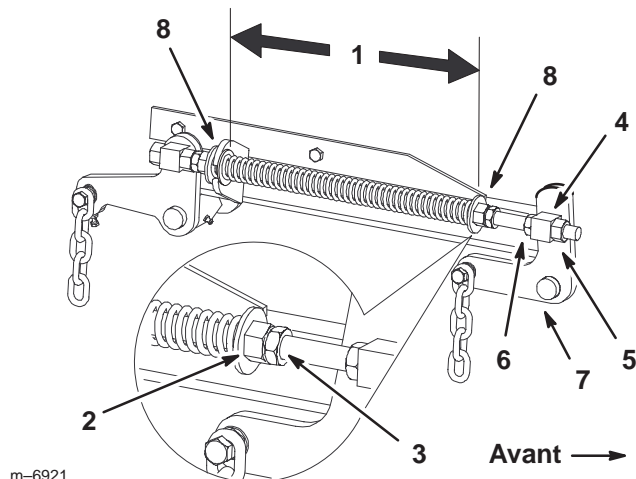

Figure 63
- Desserrez d'environ 13 mm (1/2 pouce) les écrous de blocage à l'avant des pivots avant gauche et droit (Fig. 63).
- Régalez les écrous de relevage sur les côtés gauche et droit de la machine de manière à **abaisser l'avant de 6 à 10 mm (1/4 à 3/8 pouce) au point A par rapport au point B à l'arrière** (Fig. 63).
- Déplacez le levier de relevage du plateau de coupe à la position de transport (Fig. 63).
- Vérifiez que les deux grandes rondelles sont bien espacées de 260 mm (10-1/4 pouces) (Fig. 63).
- Régalez cette distance en desserrant l'écrou de blocage du ressort et en tournant l'écrou devant chaque ressort (Fig. 63). Tournez l'écrou dans le sens horaire pour raccourcir le ressort, et dans le sens inverse pour l'allonger.
4. Bloquez l'écrou en position en serrant l'écrou de blocage du ressort (Fig. 63).